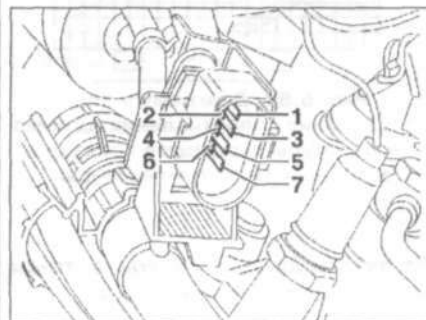

Рис. 6.87. Отсоедините разъем проводки от датчика (разъем механизма регулировки количества впрыскиваемого топлива на ТНВД).
8. Отсоедините разъем проводки от датчика (разъем механизма регулировки количества впрыскиваемого топлива на ТНВД) (рис. 6.87).